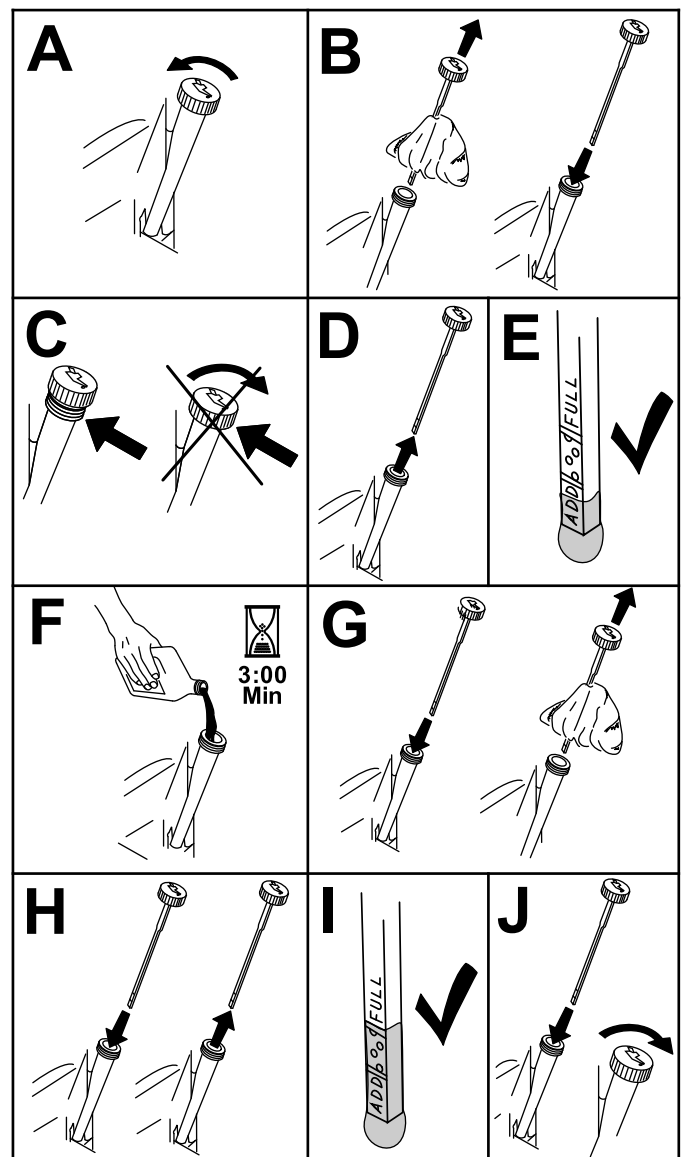

Figure 32
3. Contrôlez le niveau d'huile moteur, comme montré à la Figure 32.